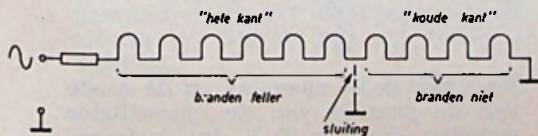

Fig. 3
a. Gedeelte van de gloeidraden brandt niet (fig. 3).